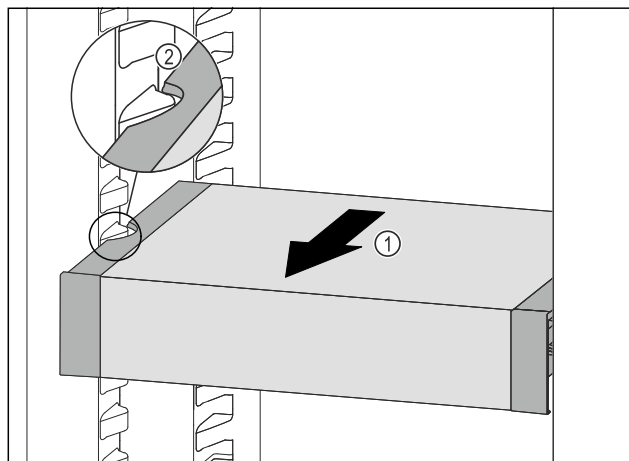

Fig. 78
- ▶ 向前拉动 VarioSafe Fig. 78 (1), 直至 VarioSafe 的侧部凹槽与冷藏区中的容器肋梁持平。 Fig. 78 (2)